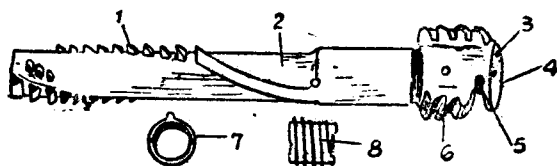

图5 带撞針套管的机头
①机柄 用以操縱枪机。
②保險机 待击发状态时，保險片向前，保險軸的圓部向下，卡住机尾，使机尾不能向前，向后也不能打开枪机，成保險状态。
③枪机滑槽 引导枪机在枪机誘导稜內运动，为拨壳挺通路。
④小突筈 位于机体下方，击发时被击发机卡鉄所阻，协助閉鎖。
⑤螺形凹槽 共四条，誘导带撞針套管的机头旋轉。
⑥鋸齒形斜突稜 用以卡住撞針套管，使其不能任意轉动。
⑦爪子鉤滑槽 容納爪子鉤。
2. 在带撞針套管的机头（图5）上有：